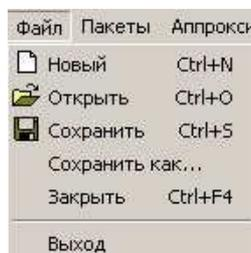

Рисунок 2
- Меню **Файл** содержит выпадающий список (См. рисунок 2), в котором команды: